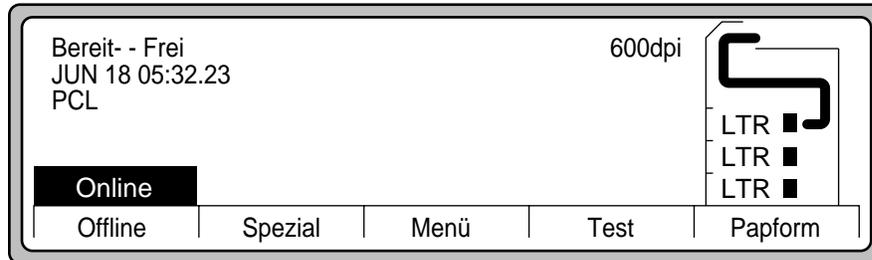

Abbildung 2-76 Hauptmenü
4. Drücken Sie die Taste **Test** im **Hauptmenü** (siehe Abbildung 2-76).